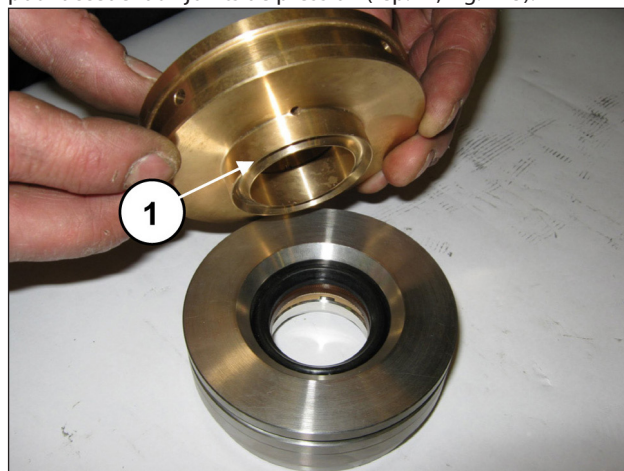
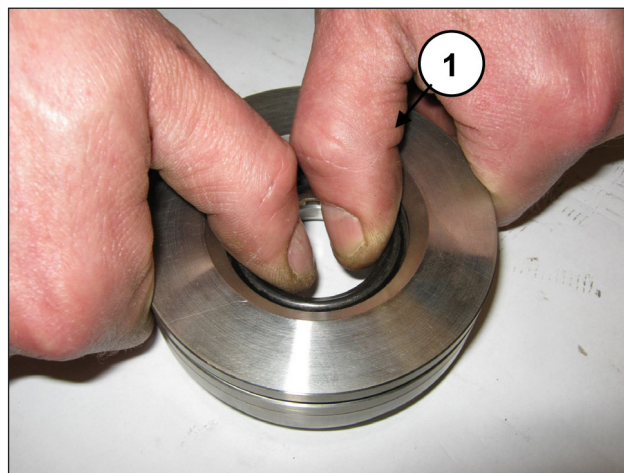

Fig. 174
Fig. 175
Séparer le support des joints de la chemise (rep. ①, Fig. 174) pour accéder aux joints de pression (rep. ①, Fig. 175).